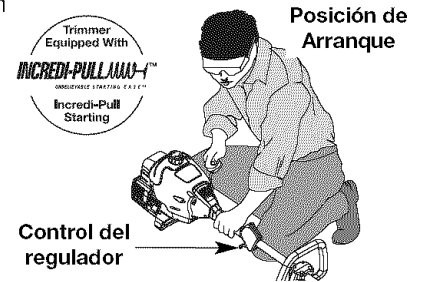

Fig. 4
4. Colóquese en la posición de arranque (Fig. 4) y hale el cordón de arranque con energía hasta que el motor arranque. Espere 10 a 15 segundos, entonces exprima la válvula reguladora para controlar el corte o la velocidad que sopla.